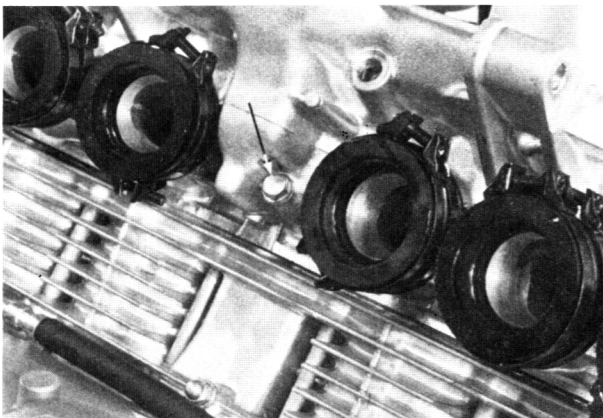

Bild 37
- Die hintere Steuerkettenspannerschraube entfernen (Bild 37).